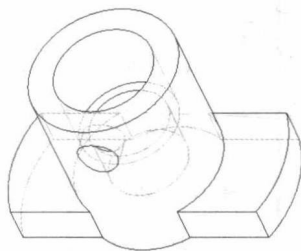

图 1-7 隐藏线显示方式
- (2)  隐藏线：使隐藏线以灰色显示，如图 1-7 所示。